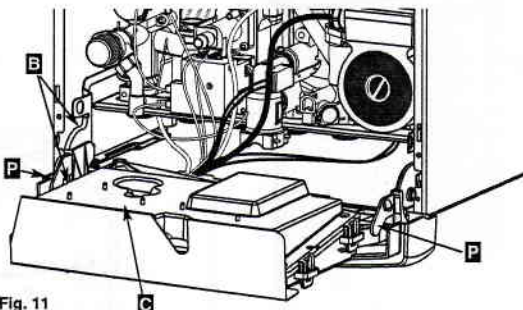

Fig. 11
- dévisser les vis B et retirer le couvercle C (fig. 11)